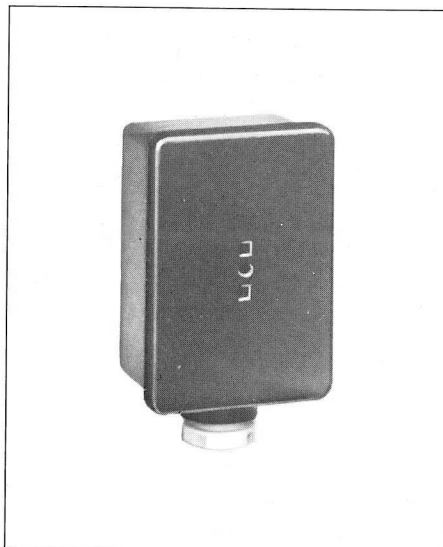

Bild 3 Vorlauffühler VFAN
- Vorlauffühler (Bild 3)
3.2 Vorlauffühler VFAN (Bild 3)